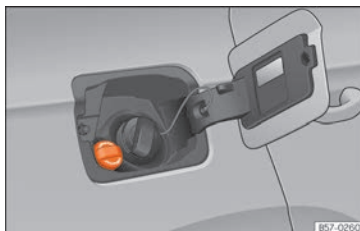

**Fig. 280** Tappo di rabbocco del serbatoio di AdBlue.
- Aprire lo sportellino del serbatoio » **fig. 280**.
- Svitare il flacone in senso antiorario ed estrarlo verso l'alto con cautela » **❶**.
- Ruotare verso sinistra il tappo del bocchettone di riempimento dell'SCR » **fig. 280**.